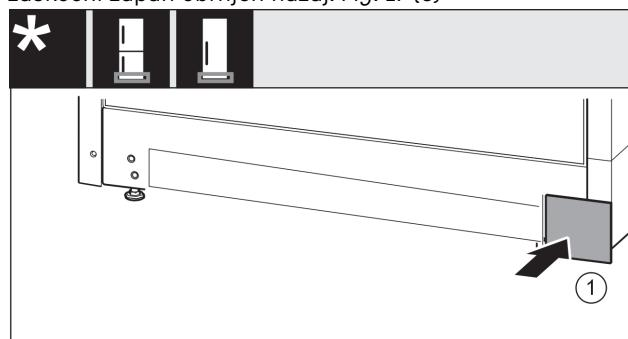

Fig. 18
- Oblogo ponovno namestite na drugi strani. Fig. 18 (1)